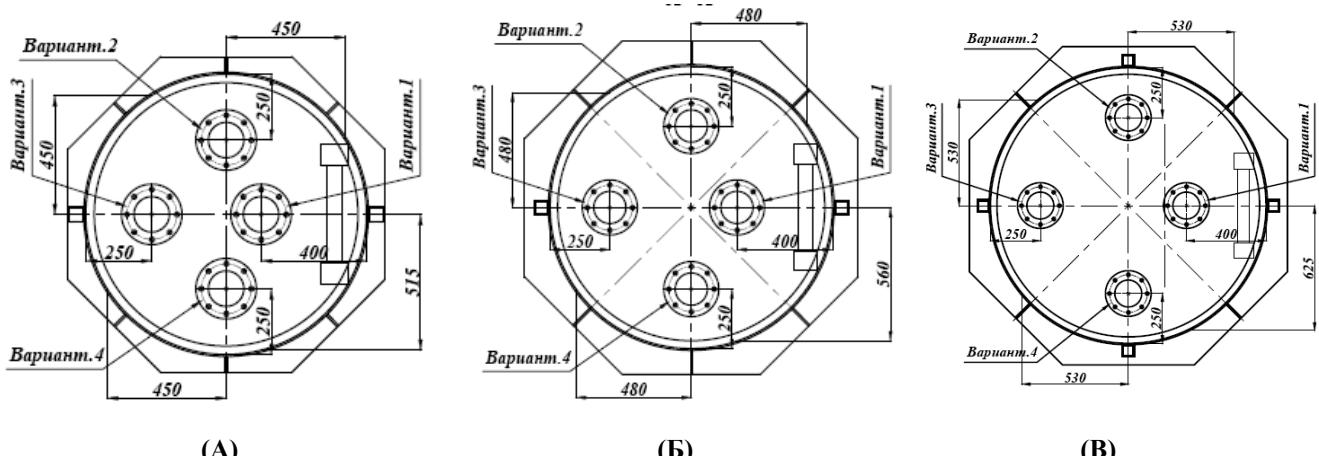

Рис.2: Варианты расположения в кессоне муфты:
1. Разметить котлован под изделие согласно монтажной схеме на соответствующую модель, с учетом эксцентричности отверстия в днище изделия под оголовок скважины (муфты) и его положения (см. Рис.2), с учетом направления водоотводящей магистрали. Рекомендуется котлован цилиндрической формы, что позволит сократить объем земляных работ при монтаже кессона. Диаметр котлована должен иметь габаритные размеры на 300 мм больше диаметра кессона с каждой стороны. Проверить правильность разметки.